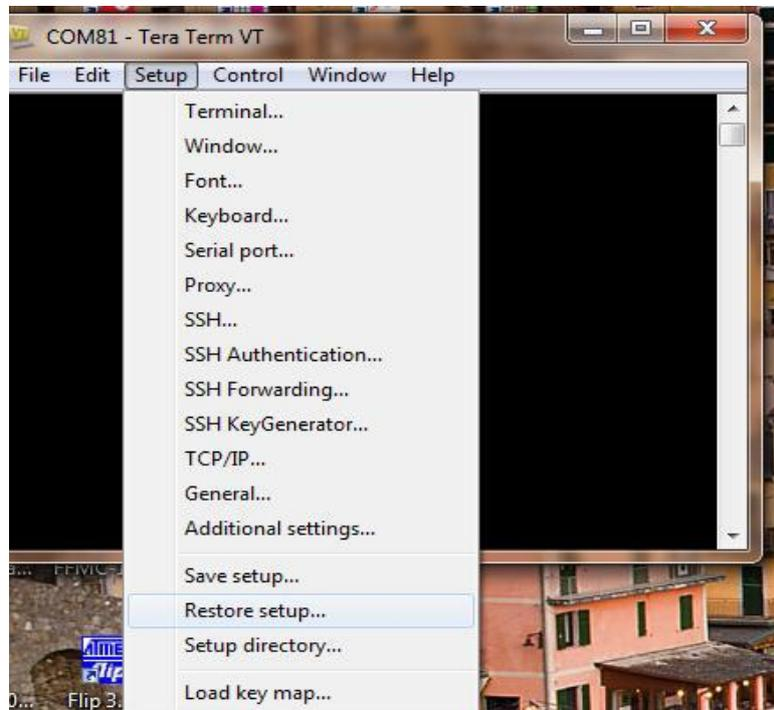

Fig5a: Selection Restore Setup
- Dans la liste déroulante entrer dans “Setup” et sélectionner “Restore Setup...” (voir fig.5a).